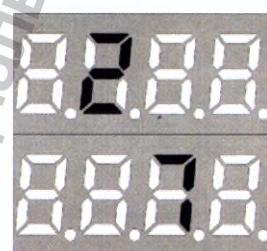

Рис.12
2. Режим неисправности работы ламп или ЭПРА – при свечении индикатора «Неисправность» в одном или нескольких разрядах высвечивается номер неисправной лампы или ЭПРА (рис.12).
ВНИМАНИЕ ! При выходе из строя одной или нескольких ламп (или ЭПРА) установка автоматически отключается. На панели управления загорается индикатор «Неисправность», на табло информационном многофункциональном отображаются номера вышедших из строя ламп (рис. 12), в течение 5 минут подается звуковой сигнал. Службам или штатным техническим специалистам (п.7.5.) провести замену неисправных ламп или ЭПРА. В случае необходимости экстренного отключения установки, нажмите кнопку «СТОП». При выполнении этого действия необходимо соблюдение всех мер предосторожности, связанных с защитой от ультрафиолетового излучения глаз и кожных покровов.